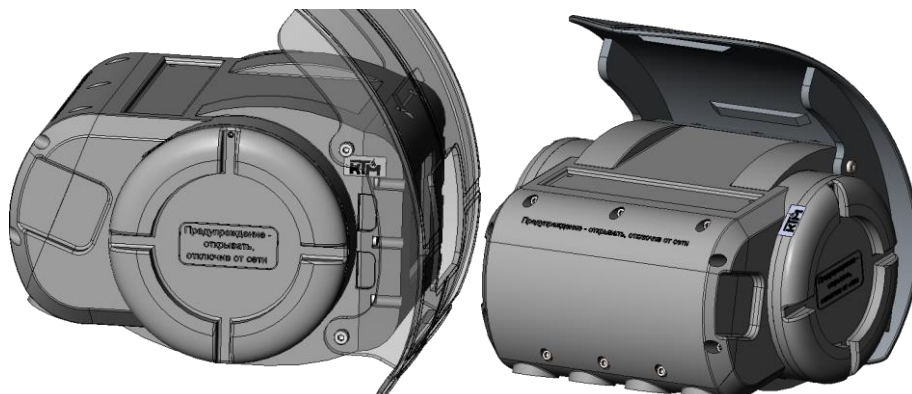

Рисунок 29 – Предупредительная маркировка БОИ
– «Предупреждение – открывать, отключив от сети» - на задней и боковой крышках (рисунок 29);